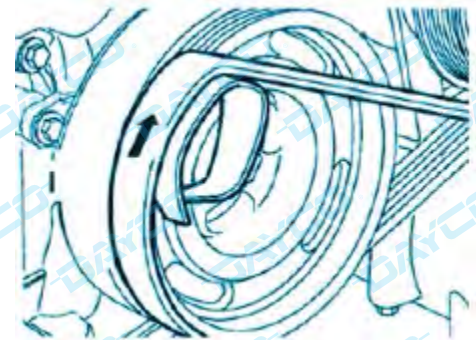

Fig. 7
- Gire el cigüeñal manualmente en el sentido de las agujas del reloj, hasta que la correa esté completamente enrollada en la polea del cigüeñal (Fig. 7).